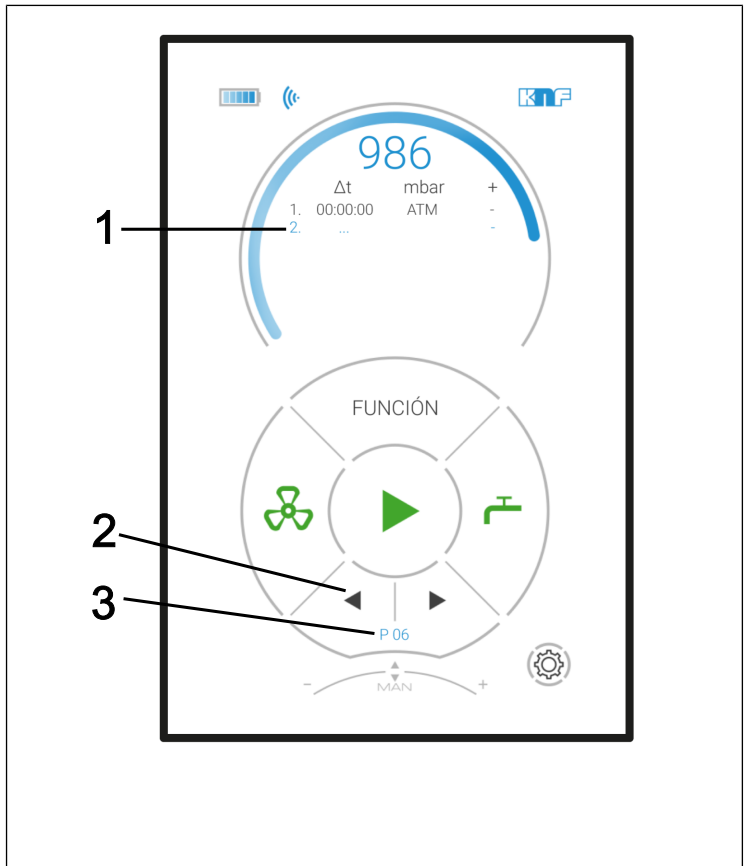

Fig.21: Menú del modo de funcionamiento Funcionamiento
Selección de filas (ver Fig. 21):
- Pulsar la tecla para seleccionar las tablas de vértices (flecha en Fig. 21/2) y seleccionar la tabla de vértices deseada.
- i** Se pueden guardar hasta 10 tablas de vértices y recuperarlas si es necesario. El número de la pantalla (Fig. 21/3) indica la tabla de vértices actualmente seleccionada.